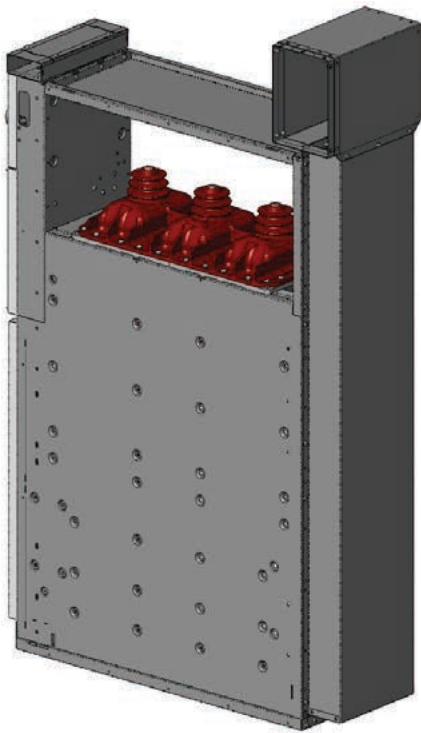

Figura 77. Tubo de evacuación de los gases instalado
d) Montar el tubo horizontal en el conducto vertical. Introducir los tornillos y las tuercas como muestra la figura 77 (4 tornillos Torx M6x12, barra de soporte y 2 tuercas hexagonales M6).